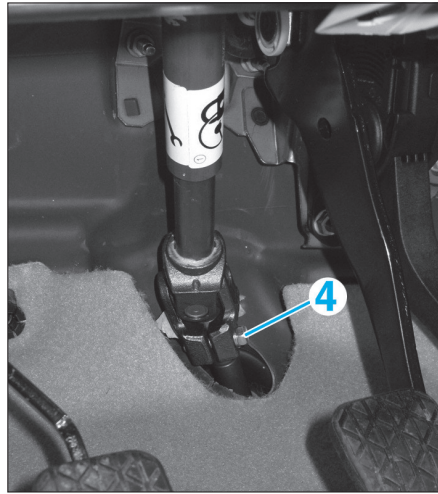

Fig. 33
- Déposer la vis (4) de la chape rabattable puis désaccoupler cette dernière du boîtier de direction (Fig.33).